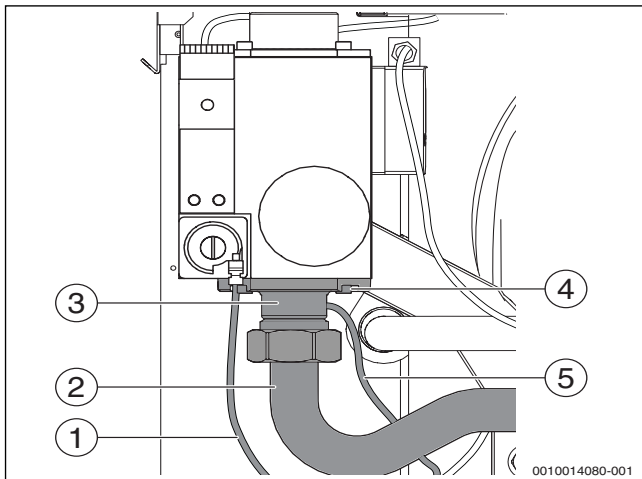

Рис. 25 Демонтаж диафрагмы
- ▶ Проверьте правильное расположение трубок для измерения компенсации [1] и давления газа на входе [5] (→ рис. 25 и 73, стр. 68).